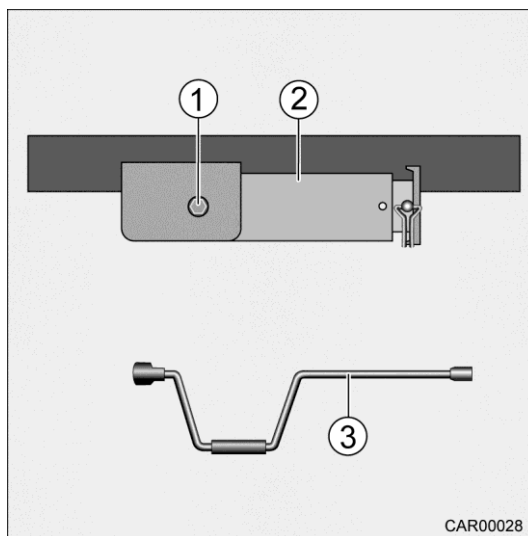

Fig. 36 Béquille arrière à manivelle
1. Enficher la manivelle (Fig. 36/3) sur l'écrou hexagonal (Fig. 36/1) et la tourner jusqu'à ce que la béquille arrière à manivelle (Fig. 36/2) pivote vers le bas.
2. Continuer à tourner la manivelle (Fig. 36/3) jusqu'à ce que la béquille arrière à manivelle (Fig. 36/2) soit à la verticale.
7. Tourner la manivelle (Fig. 36/3) jusqu'à ce que la béquille arrière à manivelle (Fig. 36/2) soit complètement en contact avec le sol.
1. Enficher la manivelle (Fig. 36/3) sur l'écrou hexagonal (Fig. 36/1) et la tourner jusqu'à ce que la béquille arrière à manivelle (Fig. 36/2) ne touche plus le sol.
6. Tourner la manivelle (Fig. 36/3) jusqu'à ce que la béquille arrière à manivelle (Fig. 36/2) soit complètement rentrée.